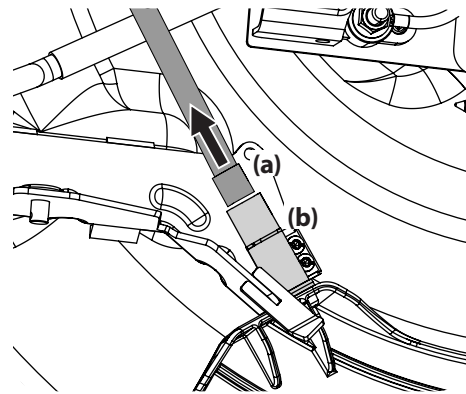

Figura 4-9
6. Desconecte el conector del cable (a) del interruptor de seguridad (b) de la parte trasera del canal de descarga. Consulte la Figura 4-9.
3. Conecte el conector del cable (a) en el interruptor de seguridad (b) de la parte trasera del canal de descarga. Consulte la Figura 4-9.
Nota: Asegúrese de reconectar el conector del cable al interruptor de seguridad en la Figura 4-9; el montable no funcionará si el interruptor de seguridad no está correctamente conectado.